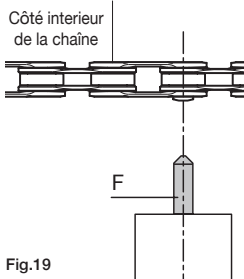

Fig.19
- Contrôlez que la pointe conique du poinçon est en axe avec le centre de la bague ULTRA-LINK 5-CN-SR700 (Fig. 19).